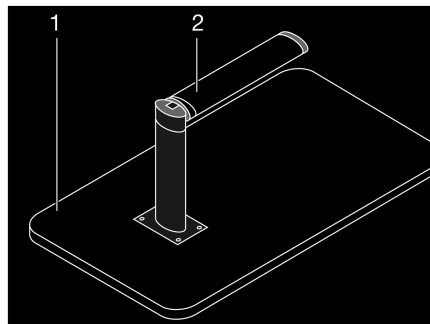

Fig. 57 Sommier de lit
- Soulever légèrement le plateau de table (Fig. 57,1) à l'avant d'env. 45°.
- Tirer la partie inférieure du pied de table (Fig. 57,2) vers le bas et le rabattre de 90°.